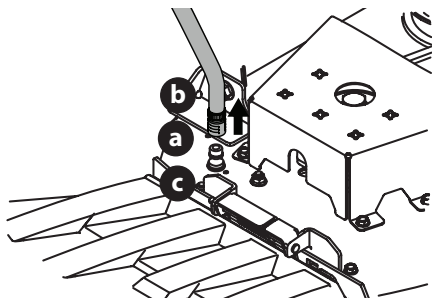

Fig. 24
3. Tire del collarín de ajuste (a) del adaptador del pico (b) hacia atrás y empuje el adaptador del pico sobre el pico de lavado de la plataforma (c). Suelte el collarín de ajuste para trabar el adaptador del pico en el pico de lavado de la plataforma (Fig. 24).